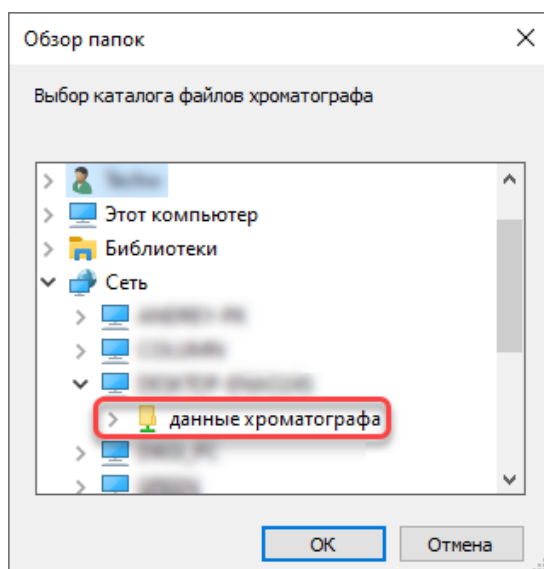

Рисунок 86. Выбор каталога с файлами данных хроматографа
2. В появившемся диалоге выберите каталог с файлами данных хроматографа (рис. 86, подробнее см. Получение доступа к каталогу с данными хроматографа).